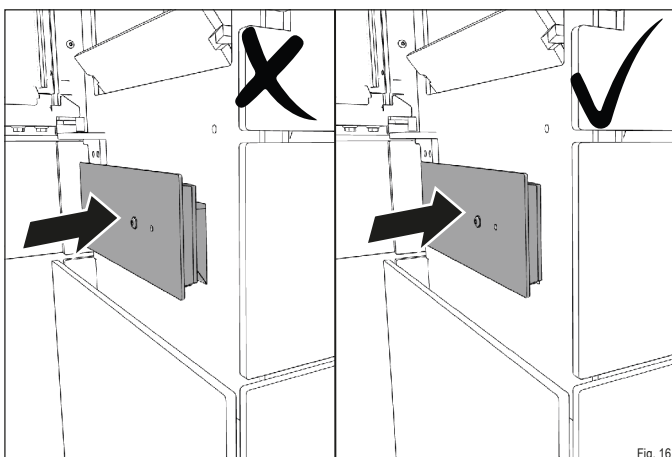

Fig. 16
- ✓ Faites glisser le bac à cendres dans l'ouverture de manière à ce qu'il soit hermétiquement fermé (Fig. 16).
- Faites glisser le bac à cendres dans l'ouverture de manière à ce qu'il soit hermétiquement fermé (Fig. 16).